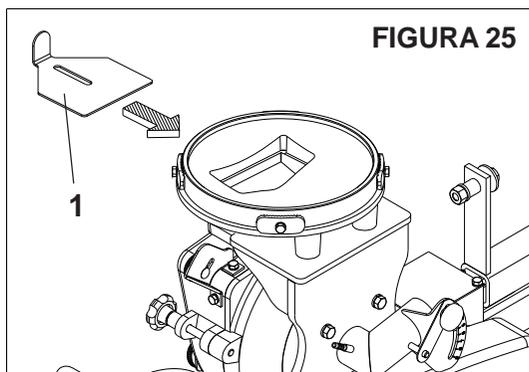

FIGURA 25
- 07 - Feche totalmente a saída do depósito plástico através da chapa (1) **FIGURA 25**.